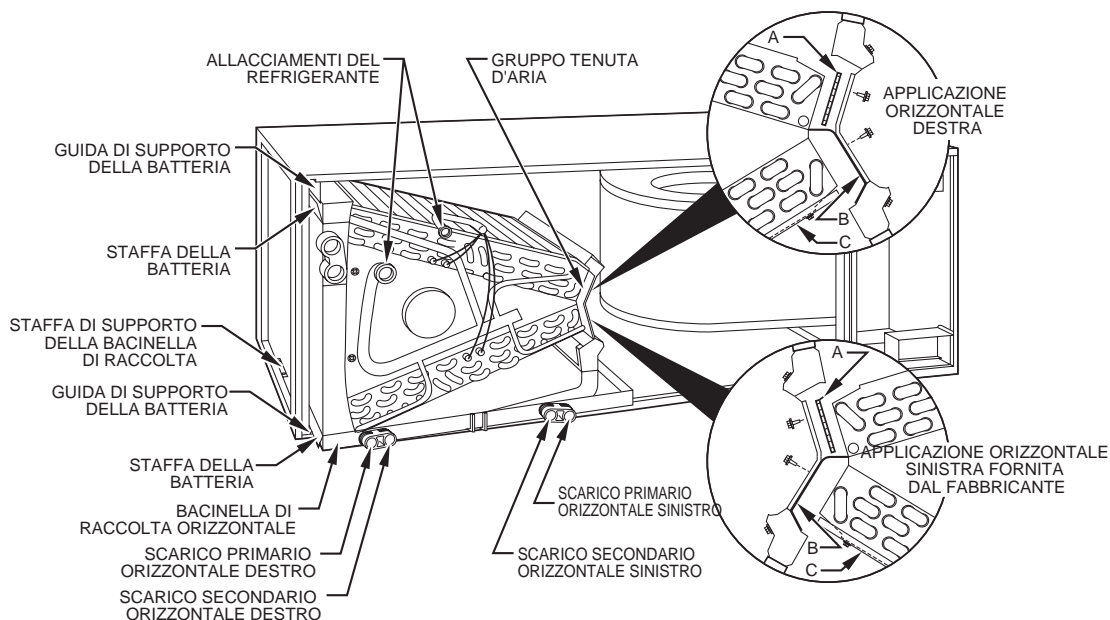

Fig. 4 - Conversione per applicazioni orizzontali a destra con batteria A
1. Rimuovere il ventilatore ed i pannelli di accesso alla batteria (Fig. 4).
- b. Rimuovere lo splitter (B) dal gruppo di tenuta della batteria togliendo le 3 viti (Fig. 4 - istruzioni supplementari fornite dal fabbricante).
- c. Togliere la placca del dispositivo di chiusura (A) e installare lo splitter al posto della placca di chiusura.
- d. Installare la placca di chiusura (A) come illustrato nell'applicazione orizzontale destra.